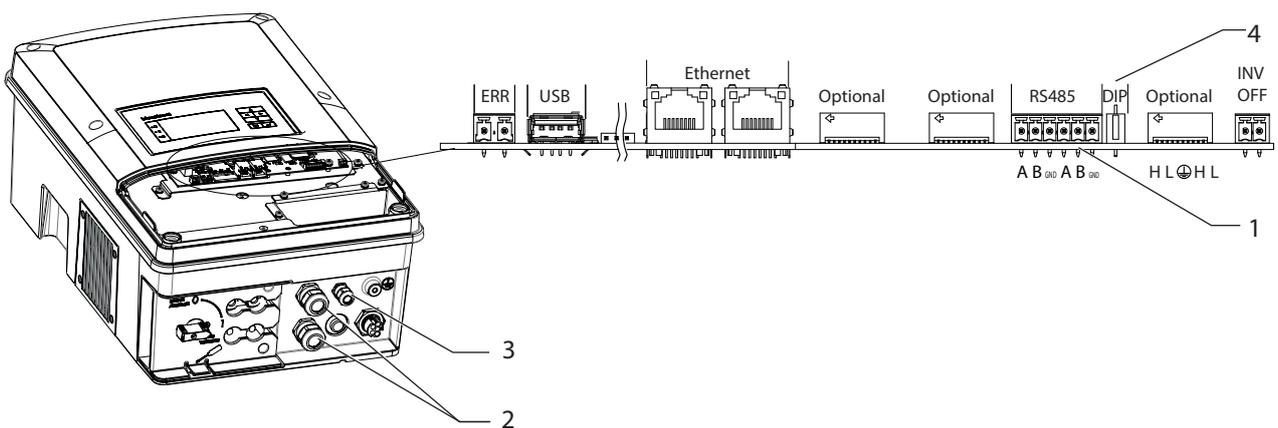

Bild 31: Anschlussbereich: Anschluss und Belegung der Schnittstellen
Alle Schnittstellen befinden sich auf der Anschlussplatte hinter dem Deckel für den Anschlussbereich. Verwenden Sie die vorgesehenen Kabelverschraubungen und Steckverbindungen (siehe Bild 31 auf Seite 26).
1. Deckel der Kabelverschraubung lösen und abnehmen (siehe Bild 31 auf Seite 26).
5. Anschlusskabel an eine der vorgesehenen Ethernet-Schnittstelle anschließen (siehe Bild 31 auf Seite 26).
3. Anschlusskabel an die vorgesehenen Anschlussklemmen anschließen (siehe Bild 31 auf Seite 26).
6. Abschlusswiderstand am Endgerät aktivieren. (Bild 31 auf Seite 26)